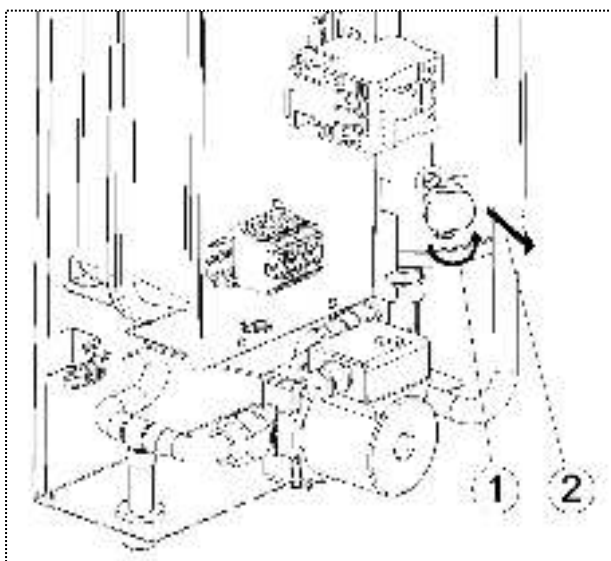

Рисунок 12. Замена датчика давления
- 2) Выверните датчик давления вместе с переходником (см. рис. 12) из корпуса теплообменника.